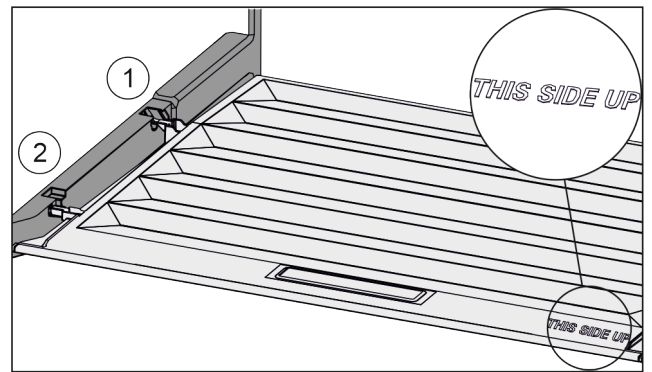

Fig. 57
- ▶ Anbring dækslets tappe over åbningen i den bageste holder Fig. 57 (1), og lad dem gå i indgreb i forreste holder Fig. 57 (2).